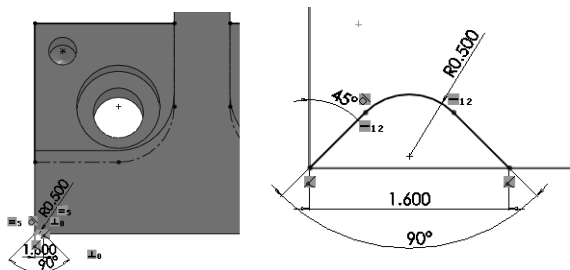

图 3-87 绘制齿槽草图
**05** 绘制齿槽草图。绘制草图靠着  $8^\circ$  的斜面轮廓的边绘制齿槽草图，单击“草图”控制面板中的“智能尺寸”按钮，标注齿槽草图的尺寸；标注较小的图线，可能不能感应所要选定的对象，应当进一步放大显示才行，如图 3-87 所示。